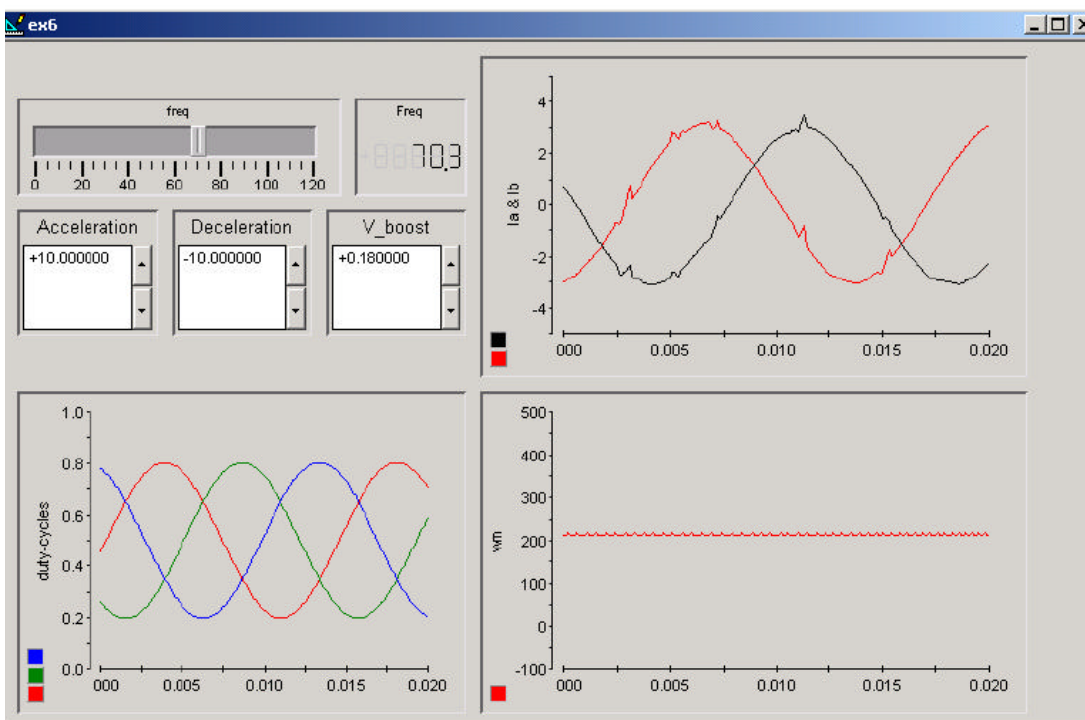

**Figura 6.5** Modelo en Simulink para el experimento 6
- El modelo debe ser como el de la figura 6.5.